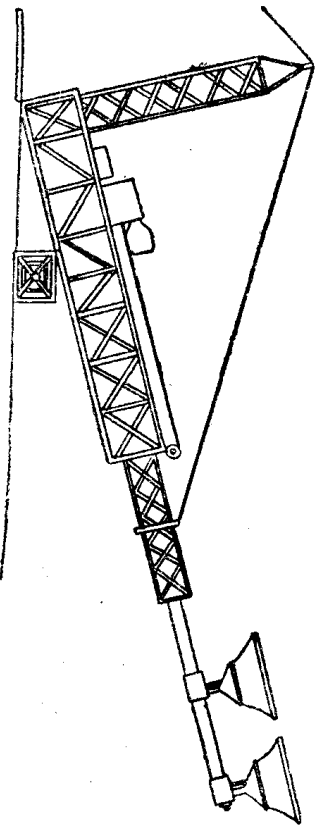

Рис. 4
7. Расположить подъемник вверх приводом со стороны плиты так, чтобы после его подъема привод был направлен в сторону корреспондента, с которым будет работать нижняя антенна (см. рис. 4).